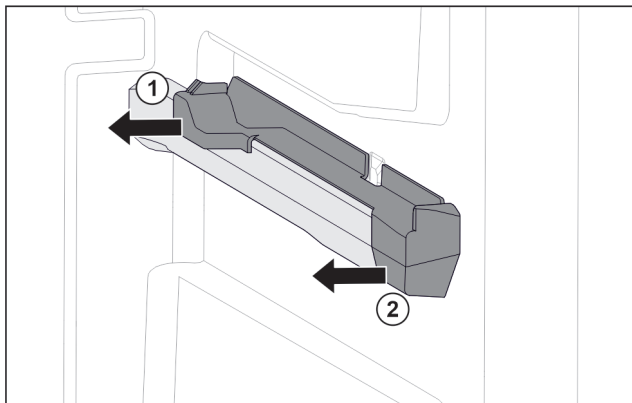

Fig. 77 Вставна частина на правому ребрі для резервуару
- ▶ Відсунути вставну частину назад вбік. Fig. 77 (1)
- ▶ Відсунути вставну частину вперед вбік. Fig. 77 (2)